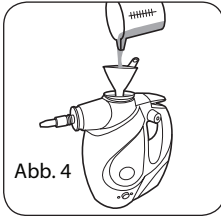

Abb. 4
2. Füllen Sie den Messbecher mit 300 ml Wasser und entleeren Sie ihn in den Wassertank (Abb. 4). (Maximalkapazität des Messbechers beträgt 300 ml. Achten Sie darauf, dass der Wassertank nicht überfüllt wird.)